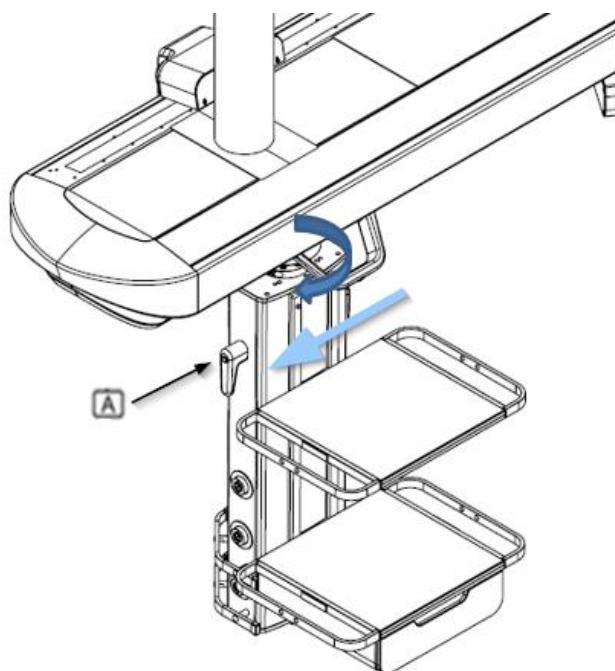

Fig.28 Déverrouillage des freins d'oscillation et de translation des colonnes sans bras ABITUS
Pour les configurations sans bras d'extension, seule la commande (A) est activée et, lorsqu'elle est actionnée, le frein de translation et le frein de rotation sont desserrés simultanément, comme le montre la figure 28.